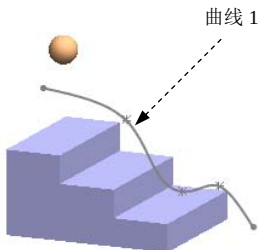
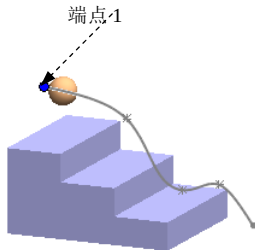

图 9.8.5 “重合”配合
图 9.8.6 “距离”配合
Step4. 添加配合使零件部分定位。选择下拉菜单 **插入(I)** → **配合(M)...** 命令，系统弹出“配合”对话框；单击“配合”对话框中的 按钮，在设计树中选取“ball”零件的原点和图 9.8.5 所示的曲线 1 重合，单击快捷工具条中的 按钮；单击“配合”对话框中的 按钮，在设计树中选取“ball”零件的原点和图 9.8.6 所示的曲线端点 1，输入距离值 1.0，单击快捷工具条中的 按钮。